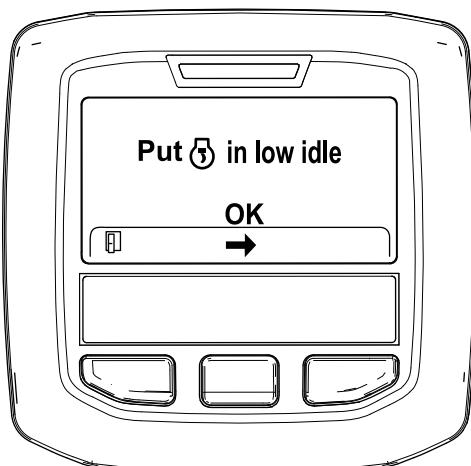

Figura 53
6. Spostate il comando dell'acceleratore in posizione di MINIMA INFERIORE e premete il pulsante centrale (Figura 53).